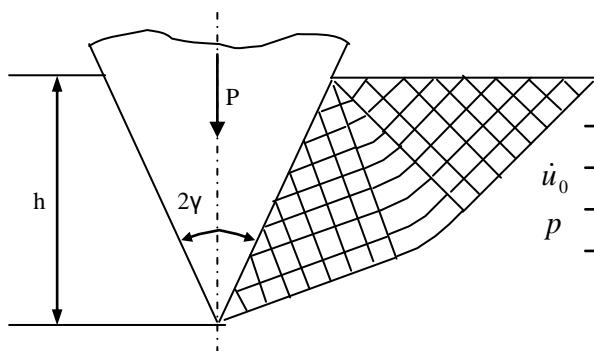

图4 刚性楔体压入半无限空间时的滑移线场
- 13 已知顶角为 $2\gamma$ 的刚性楔体压入半无限空间时的滑移线场如图 4 所示，求当楔体压入深度为 $h$ 时所需要的总的变形力 $P$ 。设接触摩擦切应力为零。